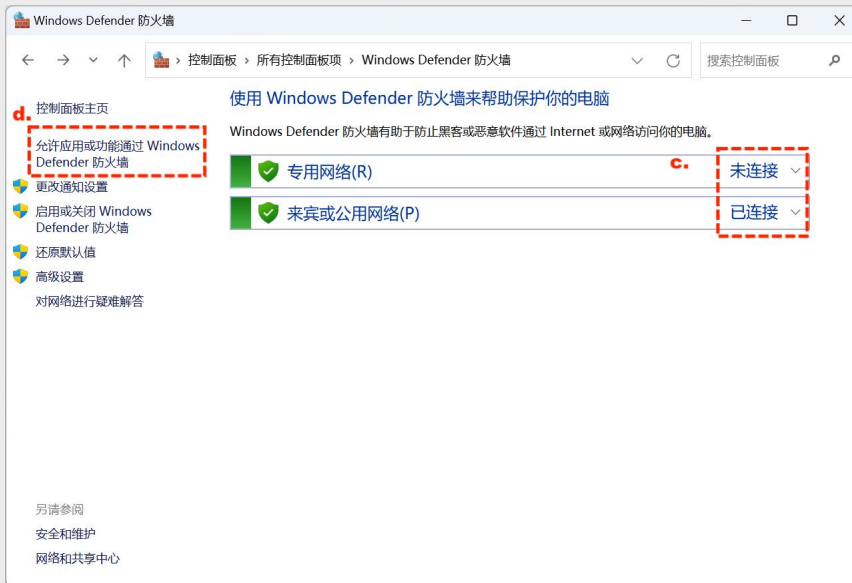

Fig 9. Windows Defender 防火墙
- b) 进入**所有控制面板项 > Windows Defender 防火墙**, 如 Fig 9 所示。